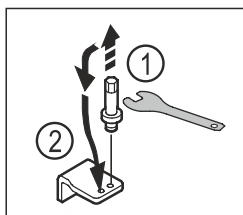

Fig. 13
- ▶ Выкрутите болт на нижнем опорном кронштейне при помощи ключа с наружным шестигранником SW5. Fig. 13 (1)
- ▶ Установите болт на противоположной стороне. Fig. 13 (2)